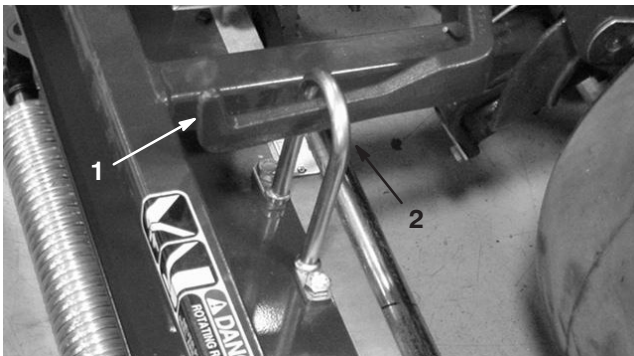

Bild 11
3. Schieben Sie das Mähwerk unter das Zuggestell, während Sie die Hubwalze am Hubarm einhaken (Bild 11).